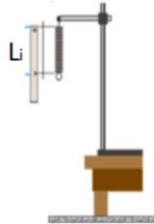

Figura 01: Longitud del resorte inicial (L_i).
- Medir la longitud del resorte antes de colocar la pesa: L_i (Figura 01). Anotarlo en la **TABLA 01**.